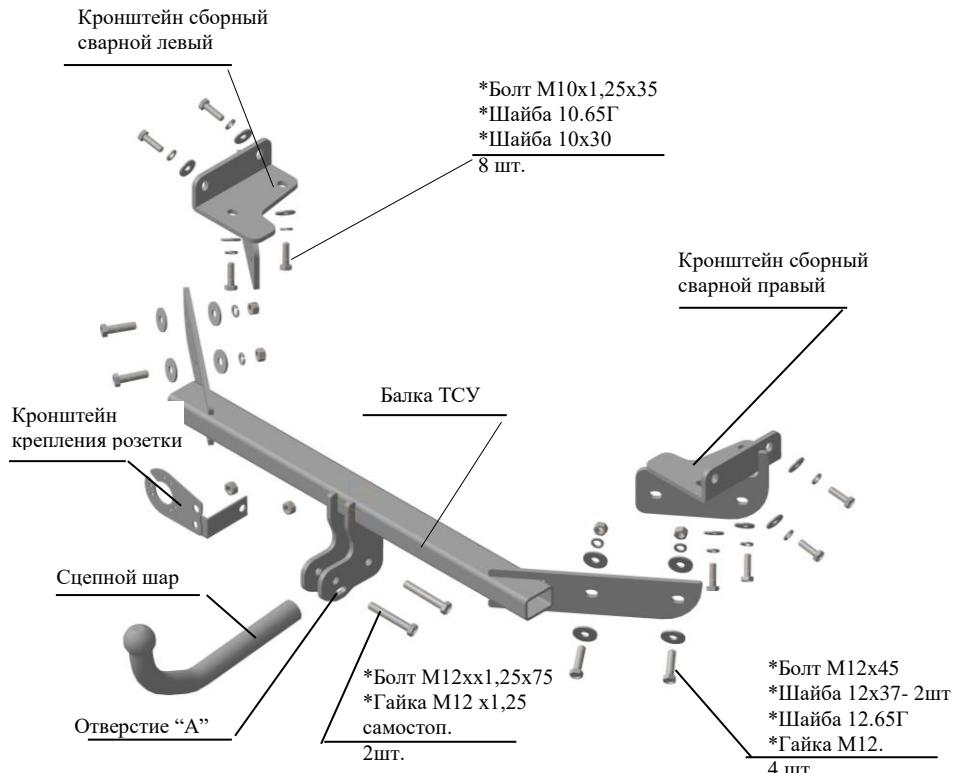

Рис.1 Тягово-сцепное устройство ТСУ 7313.
2.1 ТСУ 7313 в сборе (рис.1)	1 шт.
2.2. Пакет комплектующих (рис.1)
4.3 Закрепить сборный сварной правый кронштейн ТСУ аналогично левому, соответственно рис.1. Крепеж не затягивать
(соответственно рис.1), подложив под головки болтов шайбы 12x37, а под гайки - шайбы 12.65Г и шайбы 12x37. Крепеж не затягивать.